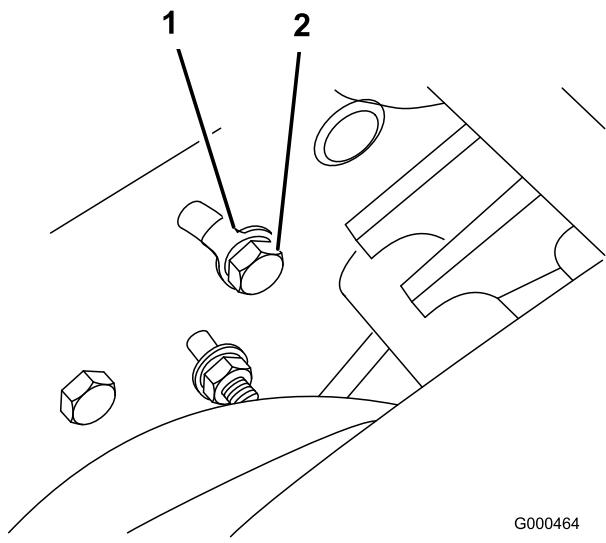

図 40
- A. サイド・プレートの裏側でアイドラ・ブレケットをサイド・プレートに止めているボルト(図40)をゆるめる。